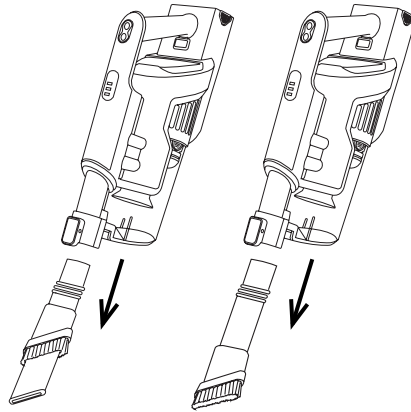

Fig 7
- Desacoplar el depósito presionando el botón (B), extraer el ciclón del depósito y vaciar el depósito de polvo. (Fig.7)